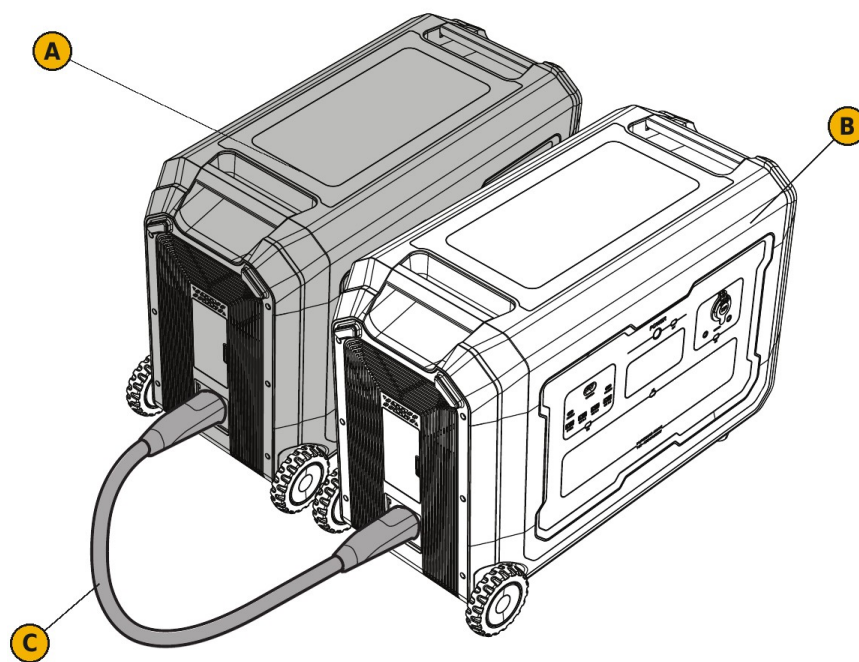

FIG. 4 — Batería (A) conectada a la estación (B) mediante el cable de batería (C)
- 2) Conecte un extremo del cable de batería al puerto de conexión de la batería y el otro extremo al puerto de batería adicional de la estación, hasta que ambos conectores queden completamente insertados (FIG. 4).